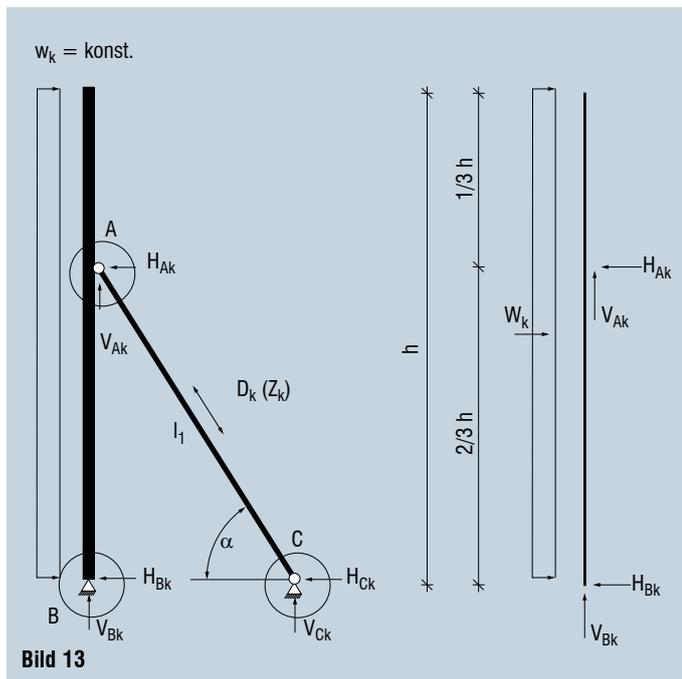

Bild 13
- Für eine vollständige Bemessung sind die Nachweise der Schrägstütze selbst, die Tragfähigkeit der angeschlossenen Elemente und die Sicherung gegen Verschiebung des Betonelementfußpunktes (Punkt B in Bild 13) ergänzend zu führen.